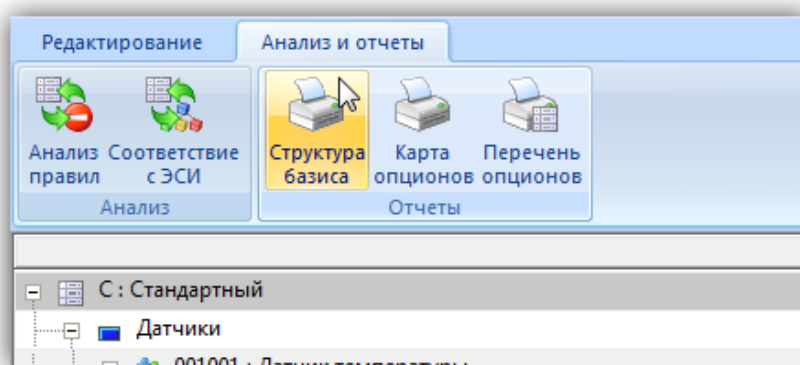

Рис. 10-192 – Выгрузка опционов в CSV-файл
5) Если выбранное правило уже имеется в конфигурационном базисе, то выводится сообщение об ошибке (рис. 10-192).